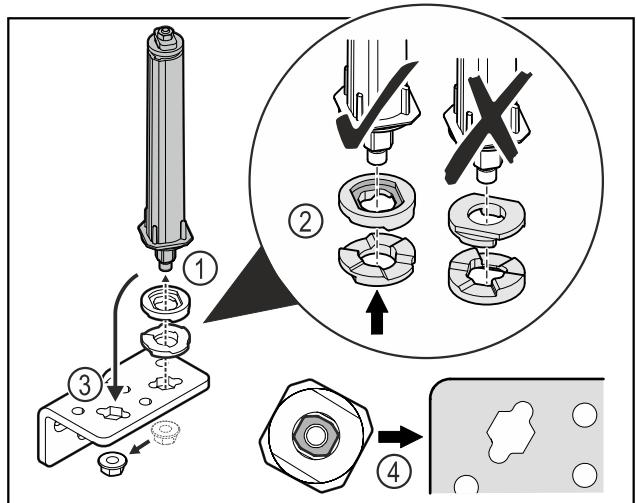

Fig. 41
- ▶ Dévisser l'écrou et retirer le système de fermeture de porte Fig. 41 (1).
- ▶ Veiller à ce que les rondelles de réglage de la hauteur soient correctement orientées Fig. 41 (2).
- ▶ Mettre le système de fermeture de la porte dans l'autre trou de l'équerre de charnière et le fixer avec l'écrou Fig. 41 (3).
- ▶ Lors de la mise en place, veiller à bien orienter le système de fermeture de porte Fig. 41 (4).